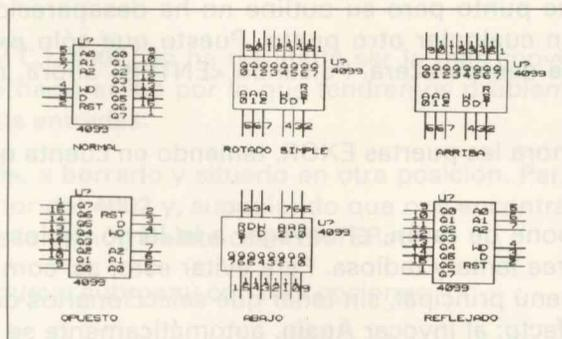

Figura 3.17
**Mirror.**- Este subcomando produce una imagen **reflejada** del componente. La figura 3.17 muestra las diferentes posiciones que puede adoptar un componente mediante la utilización de estos subcomandos.